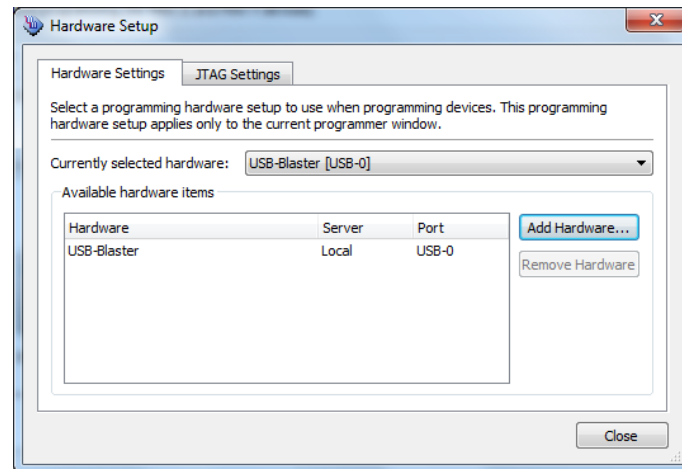

Figura 26 – Configuração da interface de programação da FPGA.
20. Configure a interface usada para programação da FPGA, premindo o botão “Hardware Setup” e selecionando a opção “USB-Blaster” (Figura 26). Caso esta opção não esteja disponível, verifique se a placa está ligada ao computador através do cabo USB.